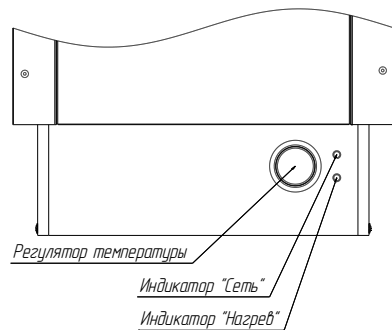

Рис.5 Органы управления
7.2. **ОРГАНЫ УПРАВЛЕНИЯ** каменки представляют из себя терморегулятор и светосигнальную арматуру (индикатор включения и нагрева, рис.5).
При подаче питания на каменку загорается лампа индикации "Сеть", далее необходимо повернуть ручку терморегулятора до щелчка, загорится лампа индикации "Нагрев", что будет сигнализировать о начале работы каменки (рис.5).